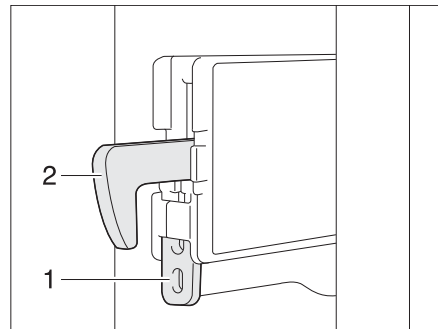

Fig. 274 Fijación del gancho de bloqueo
Fijar el gancho de bloqueo: ■ Presionar la fijación (Fig. 274,1) hacia arriba. El gancho de bloqueo (Fig. 274,2) se presiona hacia arriba y ya no estará funcionando.
- Presionar el gancho de bloqueo (Fig. 274,2) hacia abajo. El gancho de bloqueo volverá a funcionar.